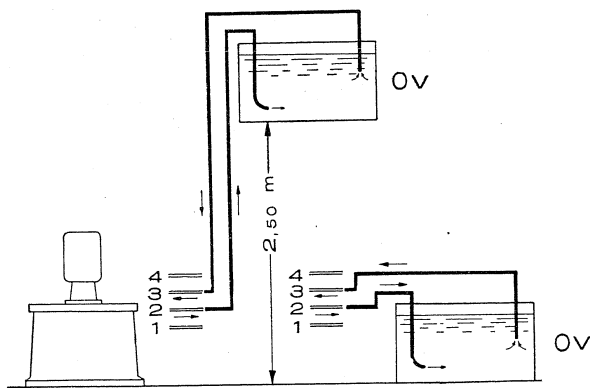
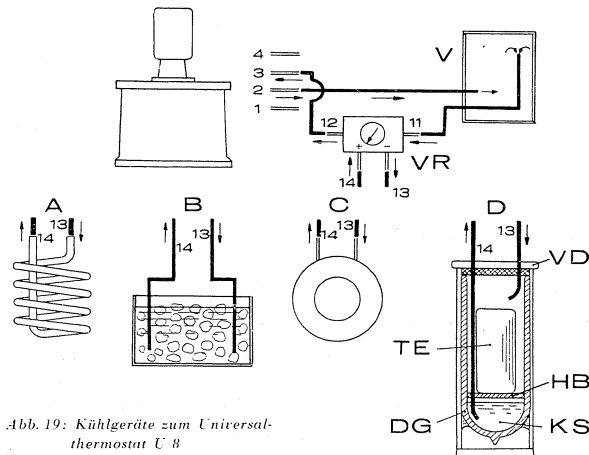

Abb. 11: Temperierung offener Verbraucher
Abb. 19: Kühlgeräte zum Universalthermostat U 8
Offene Verbraucher in Form von Temperierbädern, Glasbehältern, Bechergläsern usw. werden nach Abb. 11 einfach durch Einhängen der Anschlußschläuche (2) und (3) temperiert.
Die an die Stutzen (13) und (14) der Drosselvorrichtung anzuschließenden Kältebehälter sind aus der Abb. 19 ersichtlich. Die Anschlußstutzen des Universalthermostats sind in der Abbildung wie üblich dargestellt. (V) ist der angeschlossene offene oder geschlossene Verbraucher. An Stelle der Einrichtung „Ventilrelais (VR)“, auf die im nächsten Abschnitt eingegangen wird, ist sinngemäß die Drosselvorrichtung (T—Q—T) zu setzen.
Steckerbuchsen K—S des Thermostatenrelais (rechts oben) mit Steckerbuchsen K—S des Ventilrelais verbinden. Netzanschlüsse herstellen. Das Ventilrelais liegt grundsätzlich im Rücklauf (3) des Universalthermostats (siehe Abb. 19). Die Anschlußart geht aus dieser Abbildung eindeutig hervor. An die Anschlußstutzen (13) und (14) können — wie bei der Drosselvorrichtung — verschiedene Kältegefäße angeschlossen werden.
Der Anschluß der Kältegeräte ergibt sich aus Abb. 19. Bei Kühlung geschlossener Verbraucher mit Wassereis stellt die Anordnung (B) die intensivste Art dar. Die Anschlußschläuche (13) und (14) führen hierbei in ein beliebiges Gefäß mit einer Wassereis-Wasser-Mischung. Nach Umschaltung wird dem Universalthermostat Kühlwasser von 0° zugeführt. Die Saugleitung (14) ist zweckmäßigerweise mit einer Siehtülle zu versehen (siehe Bestelliste). Das Eisgefäß steht dabei in gleicher Höhe mit den Thermostaten. Nach der Methode (B) ist ein Arbeiten bis nahezu 0°C möglich.
Dürfen sich Thermostatenflüssigkeit und Kältesole nicht mischen, dann ist eine Kühlschlange nach Anordnung (A) anzuschließen. Der Kältespeicher nach Höppler (C) und die Kältevorlage U 8 (D) der Abb. 19 sind für das Arbeiten mit Wassereis weniger gut geeignet. Sie werden vornehmlich zur Tiefkühlung mit Kohlendioxid eingesetzt.
Bei offenen Verbrauchern nach Art der Abb. 11 wird das Ventilrelais in der angegebenen Weise in die Rückflußleitung (3) zwischengeschaltet. Da die Ringleitung am Verbraucher selbst unterbrochen ist, kann an die Anschlußstutzen (13) und (14) des Ventilrelais nur eine Kühlschlange nach Anordnung (A) der Abb. 19 angeschlossen werden. Nach dieser Methode können offene Verbraucher bis 40 Liter Inhalt gekühlt werden.
Bei größeren offenen Verbrauchern ist es günstiger, die Doppelpumpe mit Hilfe des Pumpengestells U 8 direkt in das Temperiergefäß einzubringen. Das U 8-Relais wird dabei — wie in den Abbildungen 13 und 14 angegeben — in den Temperiergefäß eingehängt. Der Druckstutzen (2) der Doppelpumpe ist mit dem Stutzen (11), der Saugstutzen (3) mit dem Stutzen (12) des Ventilrelais zu verbinden. An die freien Stutzen (13) und (14) des Ventilrelais wird bei Wassereiskühlung ein Gefäß nach Anordnung (B) der Abb. 19 angeschlossen. Es sind Arbeitstemperaturen bis nahezu 0°C erreichbar, wobei die Temperaturgenauigkeit wenige tausendstel Grad beträgt.
Die Drosselvorrichtung wird wie üblich in die Saugleitung der Doppelpumpe geschaltet. Sie liegt demnach in Abb. 19 an der Stelle des Ventilrelais.
An die Anschlußstutzen (13) und (14) des Ventilrelais kann eine Kältschlange U 8 nach Anordnung (A) der Abb. 19 angeschlossen werden. Die Kältschlange muß in diesem Fall in ein Dewargefaß mit Methyl- oder Äthylalkohol tauchen, der durch Kohlenäureeis auf mindestens 5°C unter die Arbeitstemperatur gekühlt ist. Für den Betrieb gelten die grundsätzlichen Anweisungen des Abschnitts VI. 2. Der Kältespeicher nach Höppler ist für die Erzeugung tiefer Temperaturen sehr gut geeignet. Sein Anschluß erfolgt nach Darstellung (C) der Abb. 19 (Durchflußrichtung ist durch Pfeile markiert). Das Trockeneis wird in das verschließbare innere Gefäß eingebracht, wobei es unterhalb -15°C erforderlich ist, zur Erhöhung der Kühlintensität etwas Methylalkohol als Kontaktflüssigkeit zum Trockeneis zu geben.
Bei Anschluß von geschlossenen Verbrauchern ist die Tatsache maßgeblich, daß die Doppelpumpe des Thermostats an den Anschlußstutzen (13) und (14) des Ventilrelais drückt und saugt, so daß diese Leitungen in beliebige Kältegefäße (A bis D der Abb. 19) geführt werden können.
Dewargefäße zu arbeiten, sofern deren Durchmesser 190 mm übersteigt. Das Dewargefaß enthält in diesem Fall einen Vorrat an tiefgekühltem Methylalkohol, in den die Kältschlange eintaucht. Die Kühlung wird durch Einwerfen von Kohlenäureeis durchgeführt. Nachteilig wirkt sich dabei aus, daß das Kohlenäureeis infolge des dauernden Kontaktes mit dem Alkohol fortwährend verdampft. Der relativ große Alkoholvorrat, der für ein vollständiges Eintauchen der Kältschlange erforderlich ist, bedeutet außerdem einen kostspieligen Ballast, der auf die Tieftemperaturen mit gekühlt werden muß. Trotz dieser Nachteile ist das Arbeiten mit der Kältschlange U 8 einfach und bequem. Einen sehr günstigen Wirkungsgrad hat der Kältespeicher nach Höppler, der gemäß Anordnung (C) der Abb. 19 in der auf dem Gerät vermerkten Durchflußrichtung an die Stutzen (13) und (14) des Ventilrelais angeschlossen wird. Für die Inbetriebnahme gelten die Ausführungen des Abschnitts V. 3.
Eine sehr intensive Kühlung ist weiterhin durch die Anordnung (B) der Abb. 19 möglich. In einem gut isolierten Behälter (Dewargefaß) wird ein Vorrat von 4–5 Litern Alkohol durch Einwerfen von Kohlenäureeis möglichst weit unter die beabsichtigte Arbeitstemperatur gekühlt. In dieses Vorratsgefäß werden die Anschlußschläuche der Stutzen (13) und (14) des Ventilrelais einfach eingehängt. Zur Tiefkühlung des gesamten Systems ist einmalig eine größere Menge von Kohlenäureeis notwendig. Während des laufenden Betriebs genügt es dagegen, von Zeit zu Zeit kleinere Mengen Kohlenäureeis in den Vorratsbehälter einzuwerfen. Die Methode (B) ist im Laboratorium sehr leicht und mit einfachen Mitteln darzustellen. Nachteilig wirkt jedoch auch hier der dauernde Kontakt zwischen Methylalkohol und Kohlenäureeis, der einen höheren Eisverbrauch zur Folge hat.
Die vorteilhafteste Art der Tiefkühlung ist mit der Kältevorlage U 8 gegeben. Ihr schematischer Aufbau ist aus der Darstellung (D) der Abb. 19 zu ersehen. Die Kältevorlage besteht aus einem ummantelten Dewargefaß (DG) von 250 mm innerem Durchmesser und 650 mm innerer Höhe, das durch einen isolierten Deckel (VD) verschlossen wird. Vor Inbetriebnahme wird ein Vorrat von 3–4 Liter Alkohol in das Dewargefaß gegeben. Das Kohlenäureeis ruht auf einer der Höhe nach verstellbaren Hebebühne. Das Abflußrohr (14) führt durch den Verschußdeckel bis zum Boden des Gefäßes, während das Zufußrohr (13) kurz unterhalb des Verschußdeckels in einer nach der Mitte weisenden Krümmung abbricht. Zu- und Abflußrohr werden sinngemäß mit den Anschlußstutzen (13) und (14) des Ventilrelais verbunden.
Bei offenen Verbrauchern nach Art der Abb. 11 wird das Ventilrelais wie üblich in die Rückflußleitung (3) des Thermostats gelegt. Die Anschlüsse sind nach Abb. 19 herzustellen. Statt des geschlossenen Verbrauchers (V) ist das offene Temperiergefäß zu setzen, in das die Anschlußschläuche eingehängt sind.
Die Kühltangente U 8 gemäß Anordnung (A) der Abb. 19 ist zur Temperierung offener Verbraucher gut geeignet. Für ihren Anschluß gelten die grundsätzlichen Ausführungen des Abschnitts VII. 3. Der Kältespeicher nach Höppler ist gleichfalls gut brauchbar. Er wird nach der in Abschnitt VII. 3. bereits angegebenen Weise in das Leitungssystem eingeschaltet.
Anordnung (B) der Abb. 19 sowie die Kältevorlage U 8 sind zur Kühlung offener Verbraucher nicht geeignet.
Bei Tieftemperaturbädern nach Art der Abb. 13 und 14 wird die Doppelpumpe mit Hilfe des Pumpengestells U 8 direkt in das Bad eingesetzt. An die Stutzen (2) und (3) der Doppelpumpe ist sinngemäß das Ventilrelais anzuschließen. Als Kältegefäße sind die Anordnungen (A) bis (D) der Abb. 19 geeignet. Ihre Brauchbarkeit geht aus dem Abschnitt VII. 4. a) hervor.
Die Einbeziehung eines vorhandenen stationären Kälteaggregats in die Kühlung des Universalthermostats ist durchaus möglich. Es ist dabei erforderlich, daß eine kupferne Kühlschlange von 8–10 mm lichter Weite und 3–4 m Länge etwa nach Art der Abb. 19 in die Kühlsole des Aggregats eintaucht. Die Kühlschlange kann sowohl an eine Drosselvorrichtung wie an ein Ventilrelais angeschlossen werden. Für den Betrieb gelten die grundsätzlichen Ausführungen der Abschnitte VII. 3 und VII. 4. Arbeitstemperaturen bis etwa 5°C über der Soletemperatur sind erreichbar.